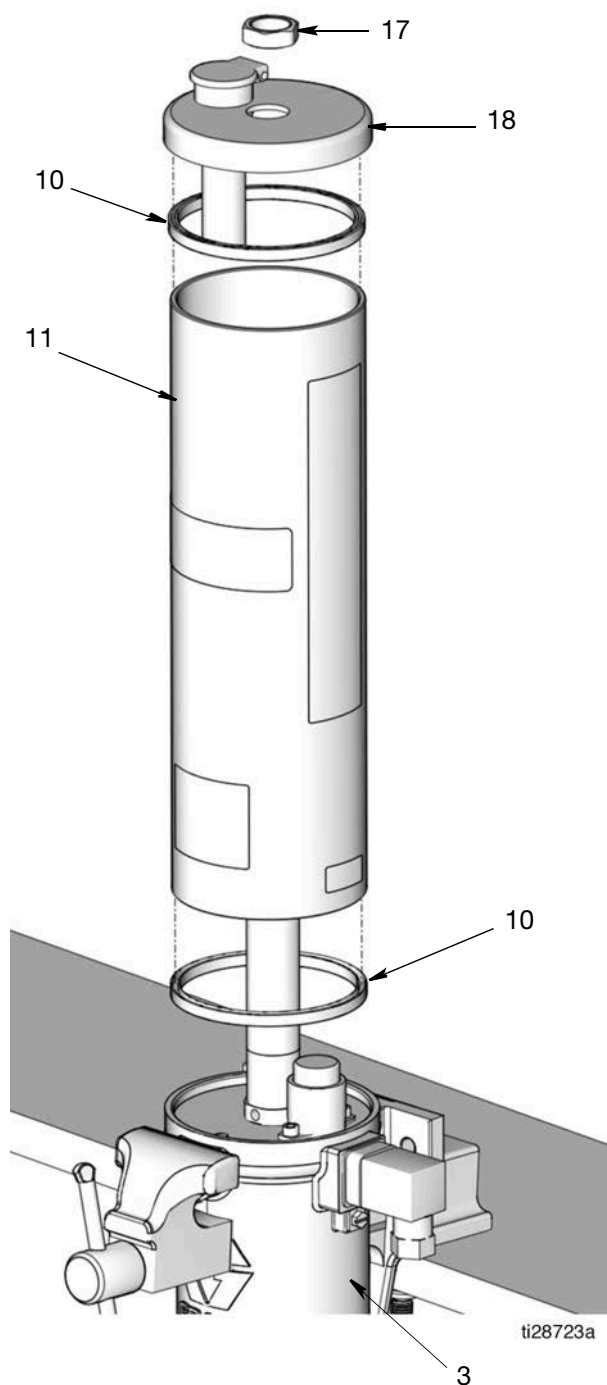

FIG. 15
10. Rimuovere il coperchio (18) dal serbatoio (11).
11. Rimuovere il serbatoio (11) dal cilindro del motore pneumatico (3) (FIG. 15). In caso di sostituzione delle guarnizioni del serbatoio (10), togliere le guarnizioni dal serbatoio. Smaltire le guarnizioni secondo le norme vigenti per il corretto smaltimento.